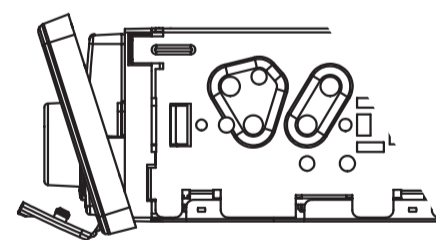

Figure 6 / Figure 6 / Figura 6 / Figura 6
2. Place the AUX CAP and the Outer Escutcheon into the unit (install the underside of the Outer Escutcheon first). (Figure 6)
2. Placez le cache Aux et l'écusson externe dans l'appareil (installez d'abord la face inférieure de l'écusson externe) (Figure 6).